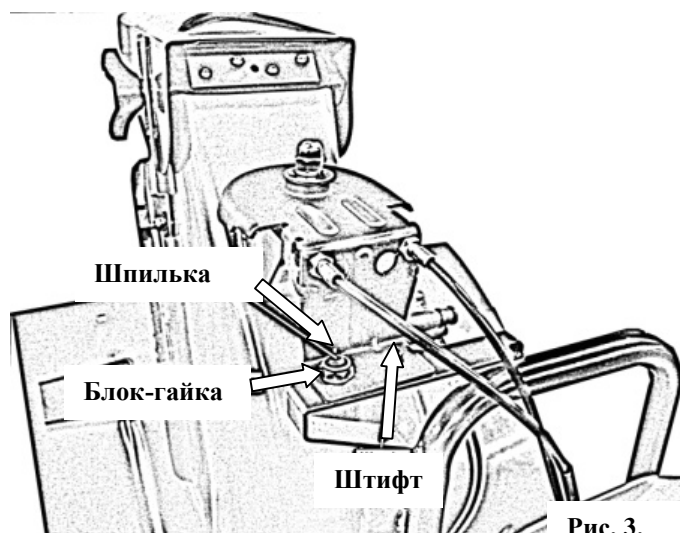

Рис. 3.
4. Завести поворотный механизм под панелью управления, вставить его в ответную часть желоба для выброса снега и одеть на шпильку и штифт кронштейна крепления. На шпильку завернуть блок-гайку и затянуть ее до упора (**см. Рис. 3**).